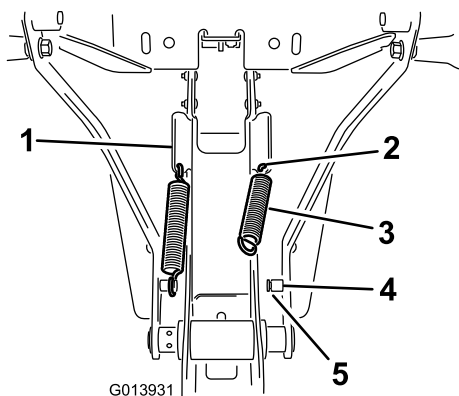

Figura 8
1. Montate la molla nel foro situato all'estremità inferiore della linguetta angolata sulla parte laterale del gruppo telaio (Figura 8).
2. Agganciate un'estremità della molla al foro e l'altra estremità al supporto della molla (Figura 8).
3. Accertate che l'estremità della molla sia posizionata correttamente nella scanalatura del supporto (Figura 8).